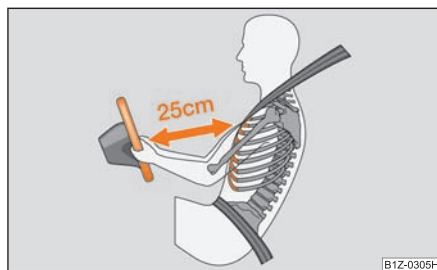

Fig. 173 Distancia de seguridad con respecto al volante
- Es importante que el conductor y el acompañante mantengan una distancia mínima de 25 cm con respecto al volante o al tablero de instrumentos ⇒ fig. 173. Si no respeta la distancia mínima, el sistema de airbag no podrá protegerle - ¡Peligro de muerte! Además, los asientos delanteros y los reposacabezas siempre deben estar correctamente ajustados a la estatura del ocupante.